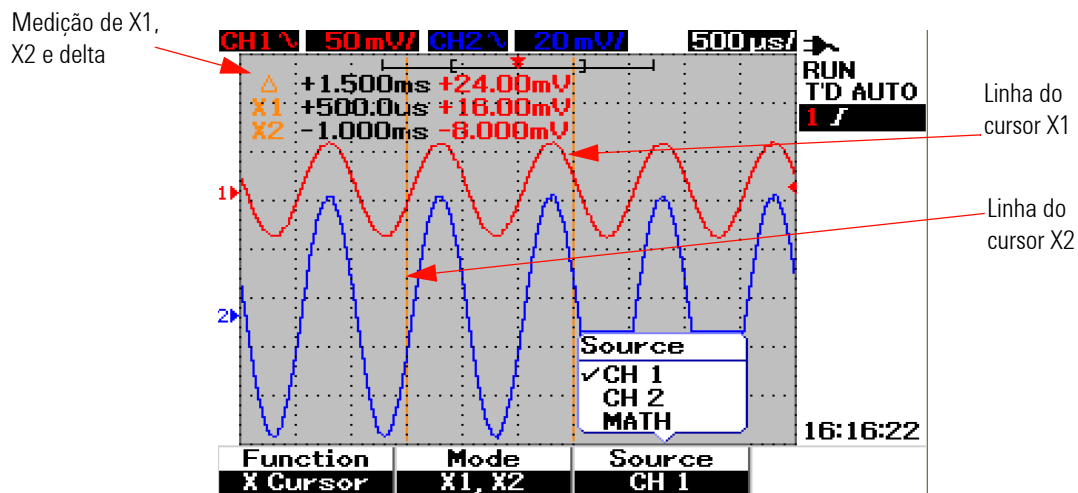

Figura 3-31 Medição com o cursor X no sinal do canal 1 com linhas dos cursores X1 e X2
- 4 Na Figura 3-31, duas linhas de cursores – modos X1 e X2 – estão selecionadas, onde a medição é feita no sinal do canal 1.